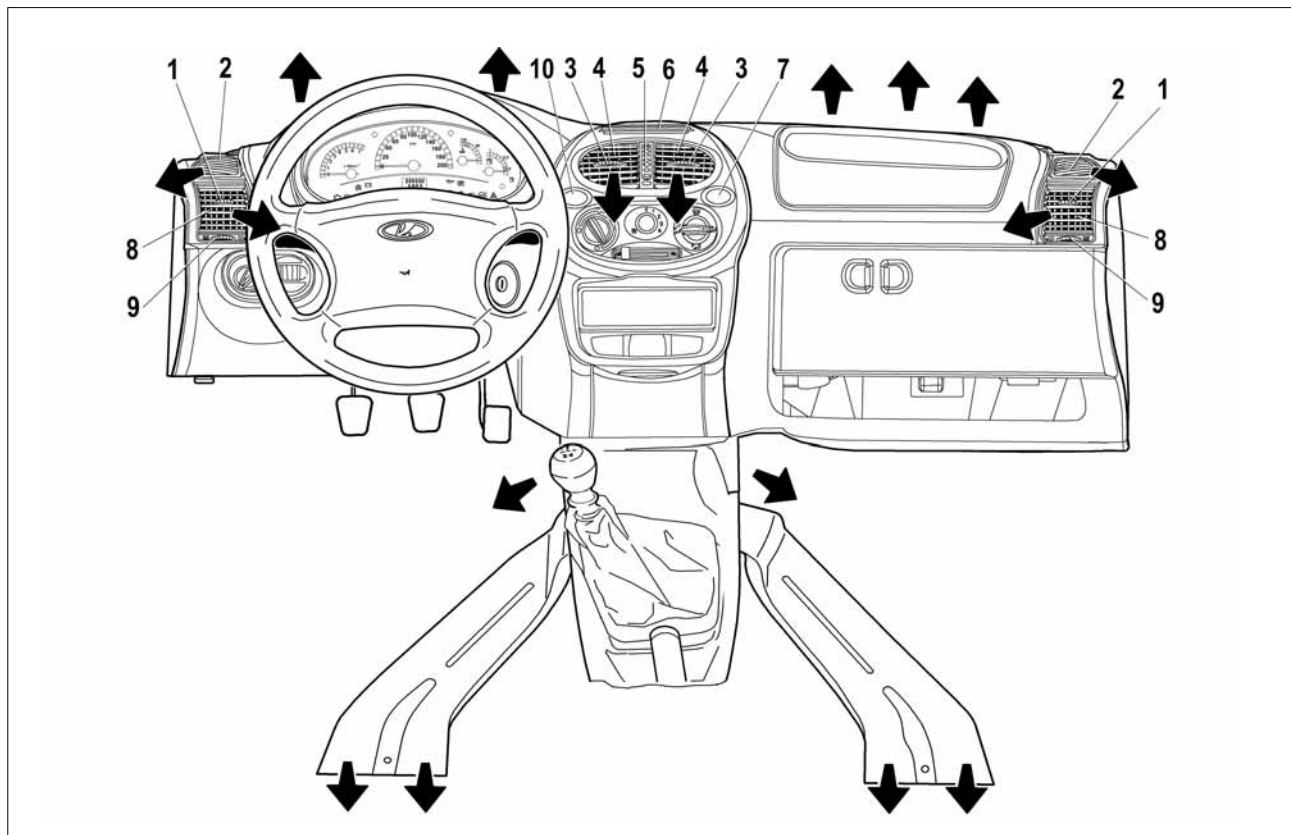

Рис. 37. Органы управления вентиляцией
Рычагами 9 и 5 (рис. 37) привода заслонок регулируется ин-
- **сопла 4 и 8** (см. рис. 37) открыть, повернув соответственно рычаг 5 на центральном сопле вниз, а рычаг 9 вправо на левом боковом сопле и влево на правом боковом сопле;
4. Нажмите на клавишу выключателя кондиционера 10 (см. рис. 37).
В положении  рукоятки 4 хотя бы одно из сопел 4 и 8 (см. рис. 37) должно быть открытым, иначе теплообменник охлаждения воздуха (испаритель) может обледенеть и перекрыть подачу воздуха в салон.
2. Включите кондиционер, нажав на клавишу выключателя кондиционера 10 (см. рис. 37).